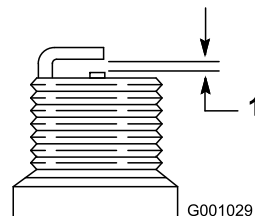

Figura 29
- Regolate la distanza tra gli elettrodi della candela a 0,76 mm (Figura 29).